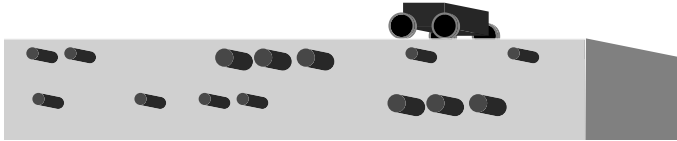

Figure 30: multiples couches d'armature
- Évaluez la disposition des armatures métalliques et déterminez l'emplacement idéal pour mesurer le diamètre et l'enrobage selon les critères d'espacement minimum requis (voir Figure 30 29); si l'espacement S_1 entre les armatures métalliques parallèles est compris entre 5 cm et 13 cm, paramétrez d'abord la valeur de correction des arma-
Dans les agencements à plusieurs couches (voir Figure 30), les armatures métalliques plus profondes peuvent avoir un impact sur les mesures de diamètre des armatures métalliques moins profondes, d'où une surestimation des valeurs mesurées (voir Figure 30).